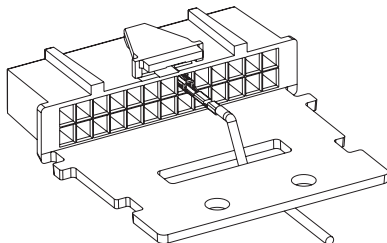

Abb. 2a. Zugentlastung
- Führen Sie den Draht mit Kontaktstift wie in *Abb. 2a* gezeigt durch den Anschlussstecker. Sind mehrere Zubehörteile an das Funkgerät angeschlossen, verfahren Sie bitte wie in *Abb. 2b* gezeigt und sichern das Kabel mit einem Kabelbinder.